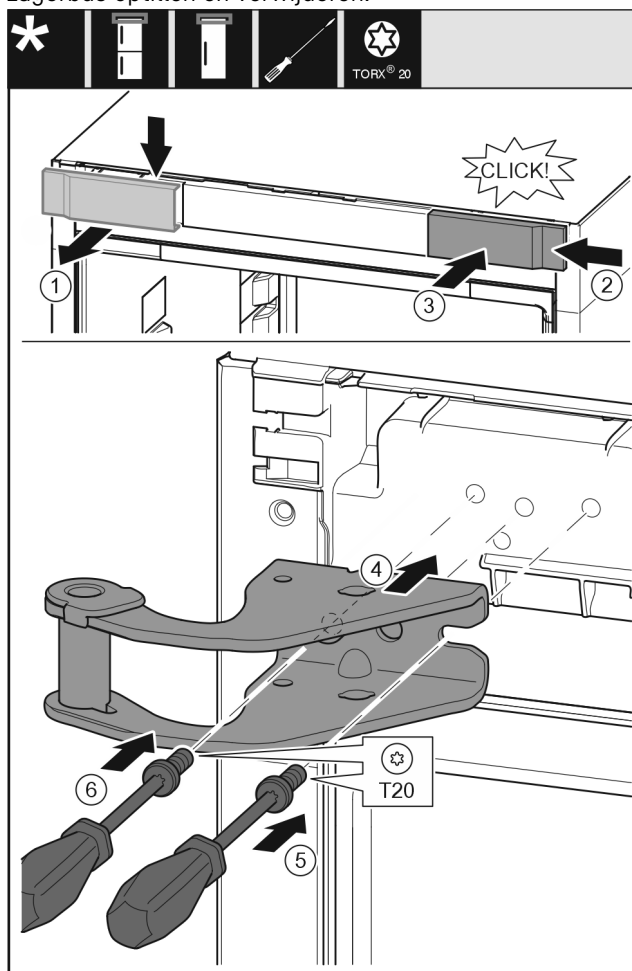

Fig. 14
- ▶ Afdekking van boven naar voren toe verwijderen. Fig. 14 (1)
- ▶ Afdekking 180° gedraaid op de andere kant van rechts aanbrengen. Fig. 14 (2)
- ▶ Afdekking vastklikken. Fig. 14 (3)
- ▶ Bovenste lagerbus plaatsen. Fig. 14 (4)
- ▶ Schroef met schroevendraaier T20 aanbrengen en vastdraaien. Fig. 14 (5)
- ▶ Schroef met schroevendraaier T20 aanbrengen en vastdraaien. Fig. 14 (6)